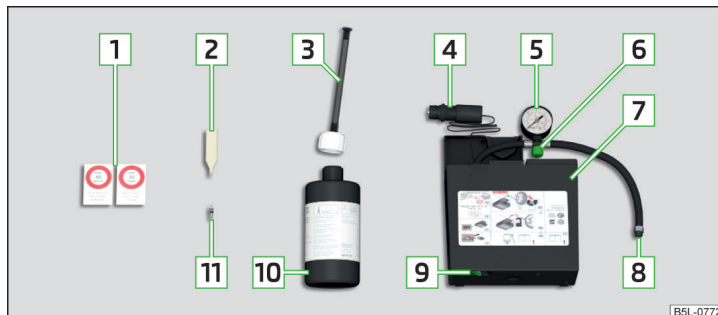

Bild 124 Principskiss: Beståndsdelar i reparationssatsen
Beståndsdelar i satsen » bild 124
- Fäst etiketten **1** » bild 124 på sidan 122 på instrumentpanelen i förarens synfält.
- Skaka påfyllningsflaskan **10** » bild 124 på sidan 122 några gånger fram och tillbaka.
- Skruva fast luftkompressorns däckpåfyllningsslang **8** » bild 124 på sidan 122 på däckventilen.